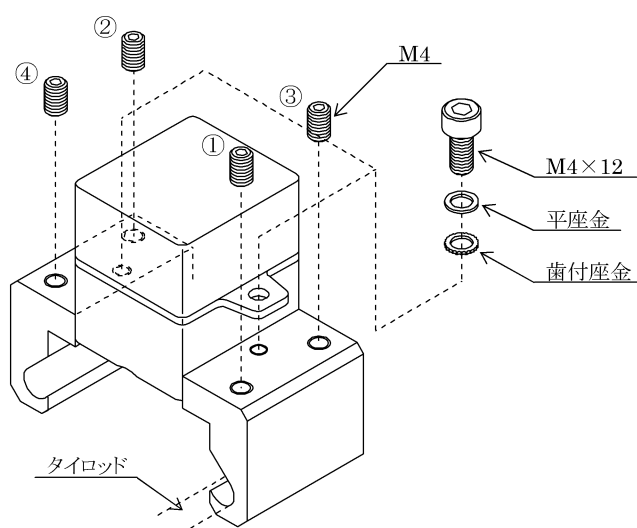

図4. スイッチ取付方法
- (1) 六角穴付ボルトに平座金、歯付座金を通しておき、スイッチの取付板の長穴にはめ込みます。
- (2) 取付金具をシリンダのタイロッドにはめ込み、中央の穴に六角穴付ボルトを締め付けます。締め付トルクは、 $1\text{N}\cdot\text{m}$ です。
- (3) 取付金具に止めねじを4か所締め付けます。締め付トルクは、 $1\text{N}\cdot\text{m}$ です。
この止めねじは(図4)の ①→②→③→④→①→② の順に締め付けてください。
スイッチの取付板の六角ボルトおよび止めねじを全てゆるめ、スイッチを取付金具ごと所定の位置まで移動させた後、中央の六角穴付ボルトを締め付けます。そして止めねじを(図4)の ①→②→③→④→①→② の順に締め付けてください。締め付けトルクは、 $1\text{N}\cdot\text{m}$ です。